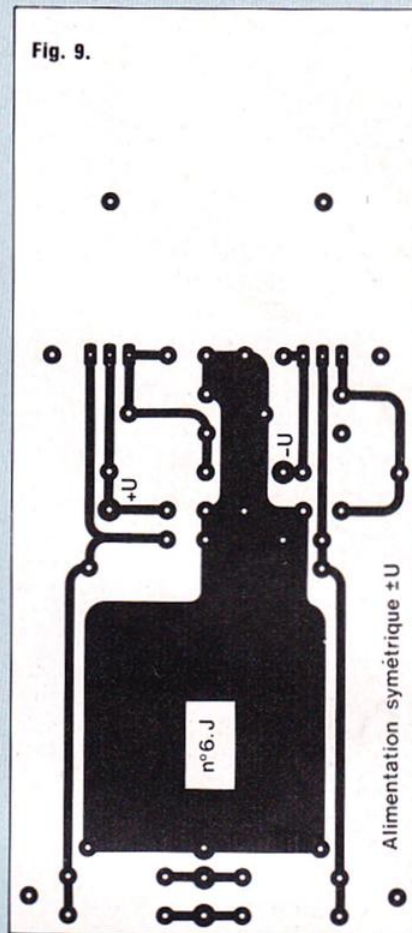

Fig. 9.
- une plaquette alimentation symétrique  $\pm 15$  volts (fig. 9) ;